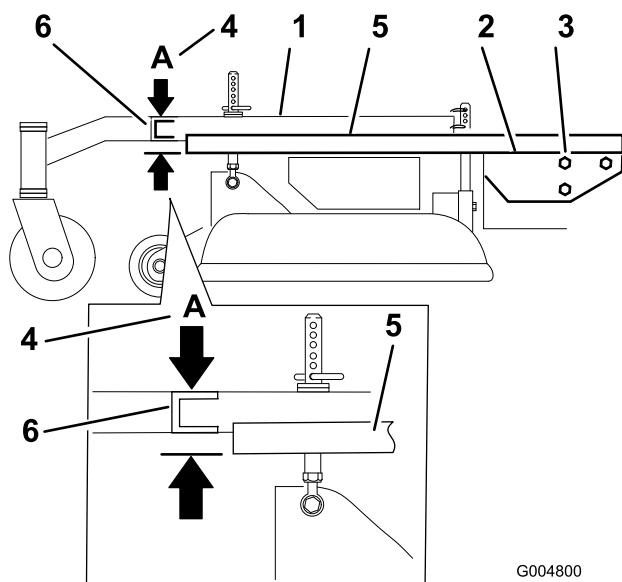

Figura 66
3. Coloque una regla larga en la parte superior de la plataforma del motor según se ilustra en la Figura 66.
4. En la ranura transversal del bastidor de tiro, mida la altura en la posición **A** (Figura 66). Debe ser de 33 mm (1-5/16 pulg.), con una tolerancia de más o menos 6 mm (1/4 pulg.).
6. Afloje los pernos de montaje del bastidor de tiro en los dos lados de la máquina (Figura 66).
7. Alinee el bastidor de tiro y la plataforma del motor para que tengan una altura de 33 mm (1-5/16 pulg.), con una tolerancia de más o menos 6 mm (1/4 pulg.) en la posición **A** (Figura 66).